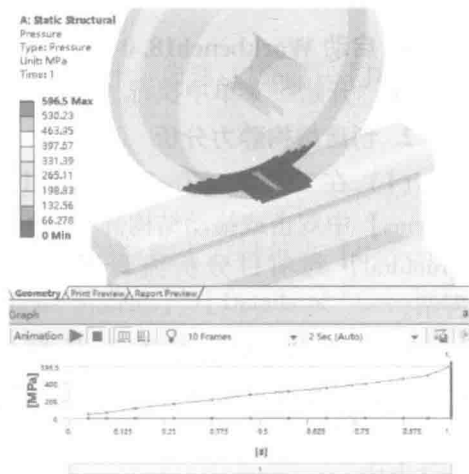

图 1-15 接触压力
- (1) 在导航树上单击【Solution (A6)】。
- (2) 在求解工具栏上单击【Tools】→【Contact Tool】。
- (3) 单击【Contact Tool】→【Status】→【Details of “Status”】→【Definition】→【Type】= Pressure, 其他默认。
(4) 右键单击【Contact Tool】,从弹出的快捷菜单中选择【Evaluate All Results】,运算后,单击【Contact Tool】→【Pressure】查看接触压力结果,如图1-15所示。